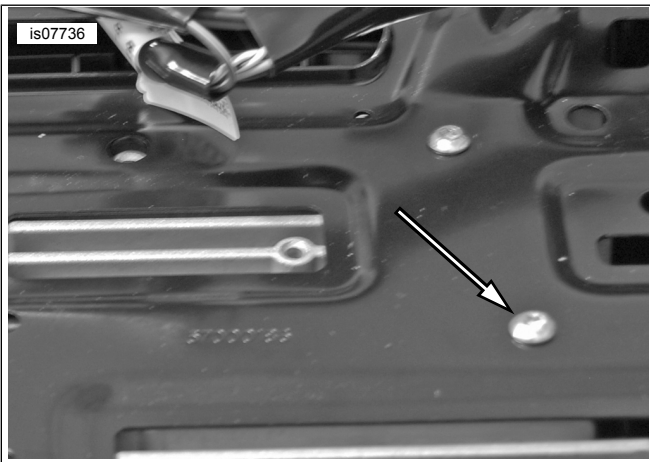

Figura 4. Parafusos do suporte de apoio do rádio
5. Ver Figura 4 . Retirar os parafusos do rádio dos quatro suportes do rádio.